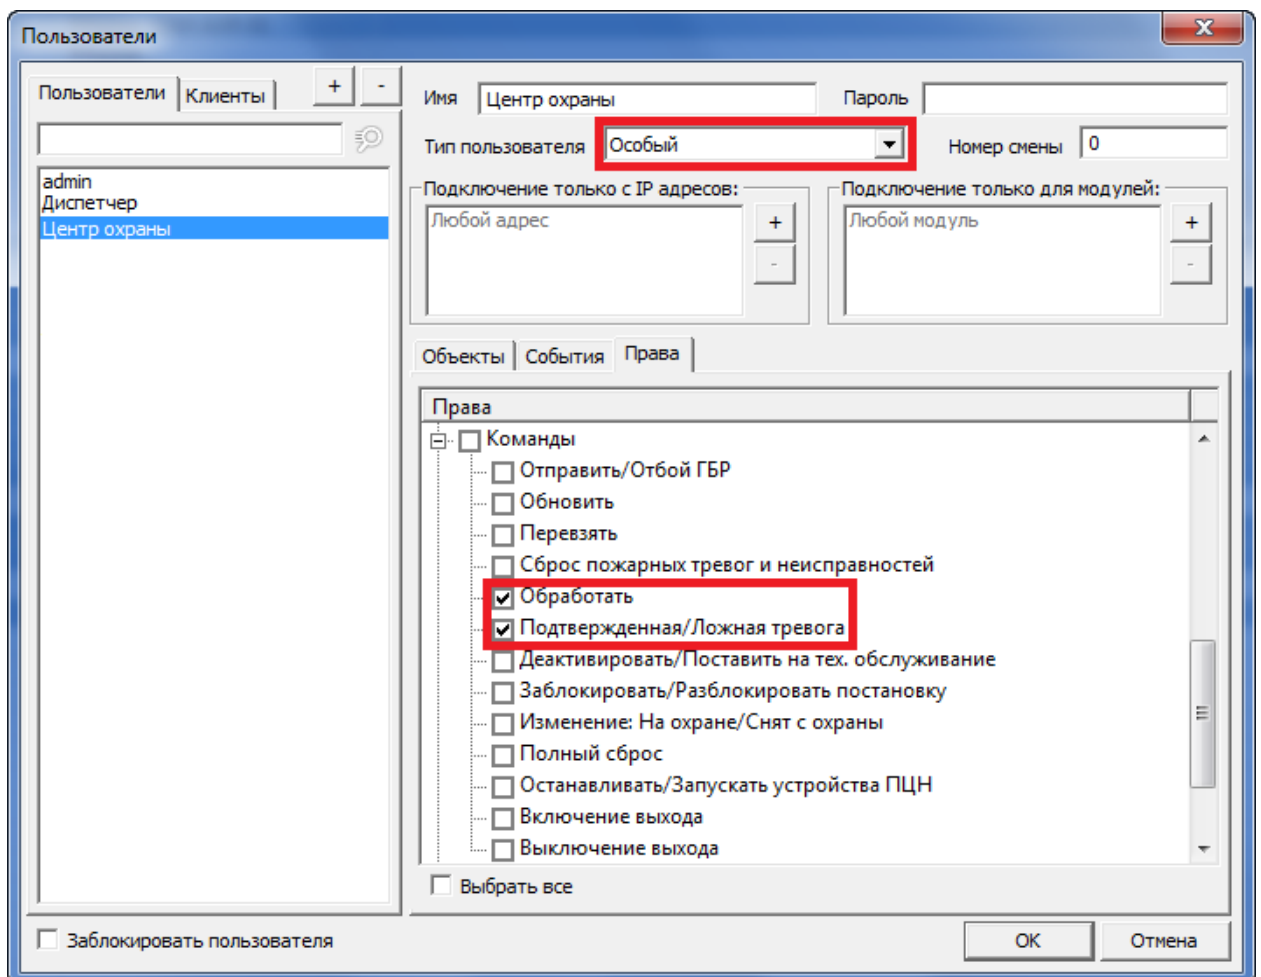

Рис. 23.1. Назначение прав сотрудникам центра охраны
- b. Выберите для пользователей тип **Особый** и на вкладке **Права** назначьте права на отправление команд *Подтвержденная/Ложная тревога* и *Обработать* (Рис. 23.1).